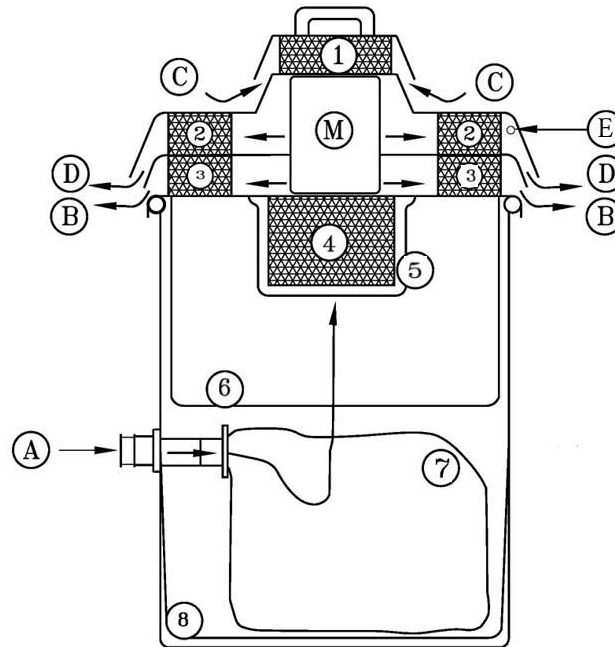

Abbildung 1
2. Legen Sie die Polyethylenfolie (Pos. 8 in Abb. 1) auf den Boden des Auffangbehälters.
3. Setzen Sie den Auffangbeutel (Pos. 7 in Abb. 1) in den Auffangbehälter an der Saugöffnung ein.
4. Setzen Sie den Hauptfilter (Nr. 6 auf Abb. 1) auf den Auffangbehälter. Achten Sie darauf, dass die Dichtung des Filters den Umfang der Lippe des Auffangbehälters vollständig abdeckt.
13.1. AUSWECHSELN DES HOCHWIRKSAMEN HEPA-FILTERS FÜR DEN KÜHLLUFTEINLASS DES MOTORS (NR. #1 AUF ABB. 1 SIEHE ABSATZ 9 ZUR VERANSCHAULICHUNG)